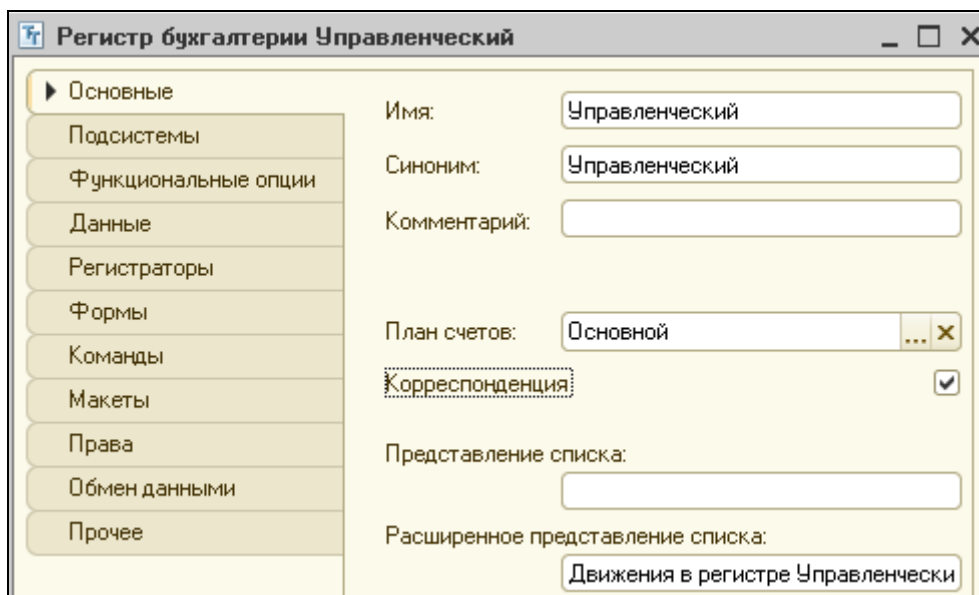

Рисунок 7.9 Основные свойства регистра бухгалтерии
2. Настроить закладку **Основные** по образцу (рис.7.9).